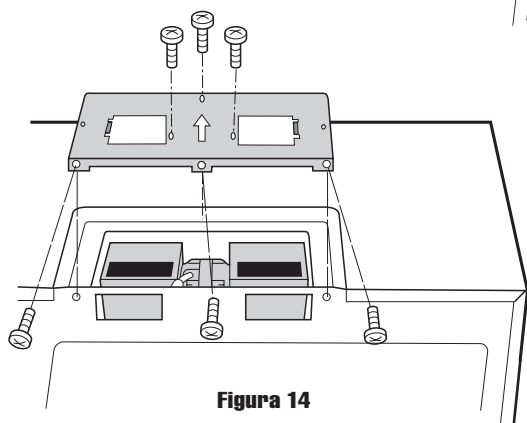

Figura 14
5. Fije el soporte de la cubierta del ventilador a la unidad con los 3 tornillos del borde posterior y los 3 tornillos de la parte superior central del soporte de la cubierta del ventilador, retirados en el paso 1. Vea la Figura 14 de la página 6. Ahora, la unidad de ventilador de la campana ha girado para una operación de escape vertical.